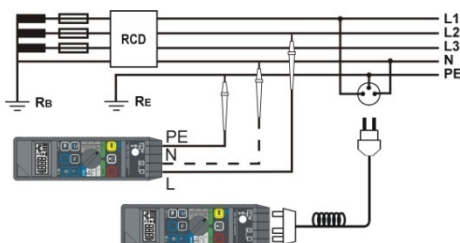

Рис.6. Измерения на оборудовании, оснащенном УЗО, при помощи заостренного зонда или зонда в виде штепсельной вилки (нейтральный провод можно не подключать).
- выполнить подключение **L** и **PE** (**N** -нейтральный провод можно не подключать) электрооборудования в соответствии с Рис.6;
- выполнить подключение **L** и **PE**, (**N** - нейтральный провод можно не подключать) к электрооборудованию в соответствии с Рис.6;
- выполнить подключение проводников **L, N** (нейтральный провод можно не подключать) и **PE** электрооборудования в соответствии с Рис.6;